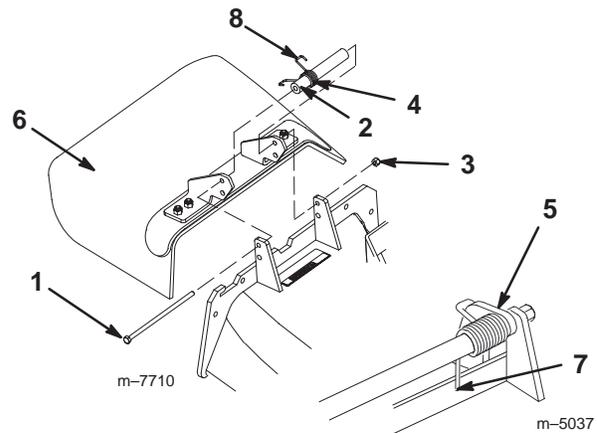

Bild 68
1. Entfernen Sie die Sicherungsmutter, Schraube, Feder und das Distanzstück, mit denen das Ablenkblech an den Mähwerkbugeln befestigt ist (Bild 68).
5. Legen Sie das Hakenende der Feder um das Ablenkblech (Bild 68).